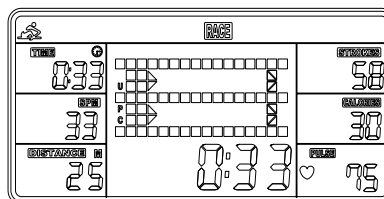
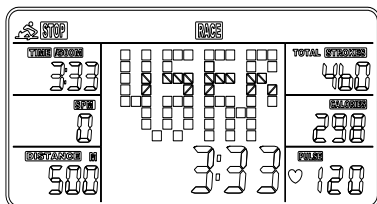

图 6
图 7
- A. 按 START 键开始, STOP 图标消失。USER & PC 会显示在矩形框中 (图 6)。当达到竞赛模式预设的目标距离时, 电子表会停止。矩形框中会显示 PC 赢或 USER 赢。(图 7)